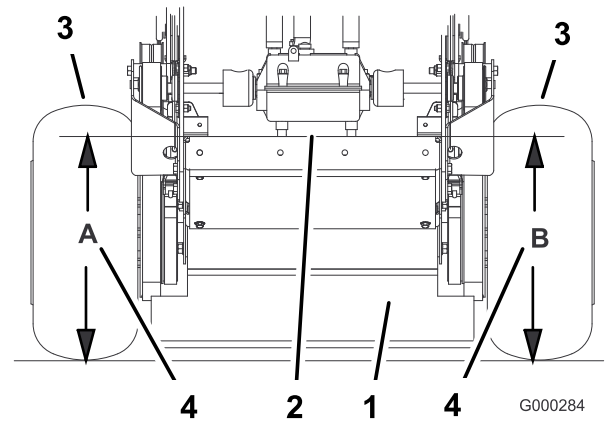

Figura 63
4. Mida la altura de la carcasa del motor en la posición A (Figura 63).
5. Mida la altura de la carcasa del motor en la posición B (Figura 63).